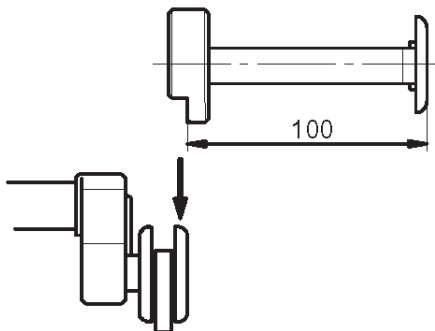

Figure 7
**B.** Monter l'extension Bras SAPE (1, Figure 7) sur le disque SAPE (2, Figure 7).